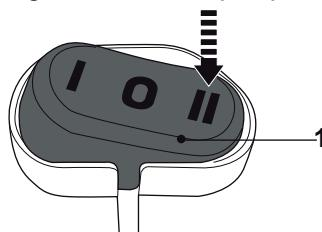

Fig. 28
O interruptor de potência é utilizado para selecionar a característica de ativação de ferramenta automática embutida no aspirador. Com a posição ON (I) selecionada, o aspirar irá funcionar continuadamente. Quando a posição AUTO (II) é selecionada (Fig. 28), o aspirador irá ligar e desligar automaticamente quando a ferramenta elétrica for ligada e desligada.